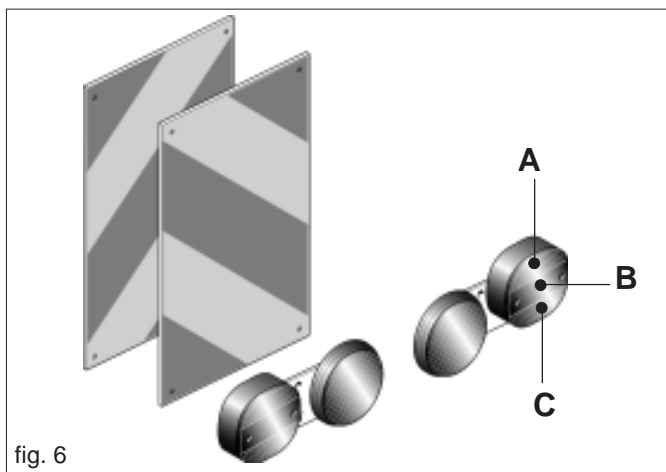

fig. 6
- 37) Qualora gli ingombri costituiti da attrezzature portate o semiportate occultino la visibilità dei dispositivi di segnalazione e di illuminazione della trattrice, questi ultimi devono essere ripetuti adeguatamente sulle attrezzature, attenendosi alle normative del codice stradale in vigore nel relativo paese. Accertarsi, quando in uso, che l'impianto luci sia perfettamente funzionante. Si rammenta inoltre che la corretta sequenza segnaletica dei fanali prevede (Fig. 6):